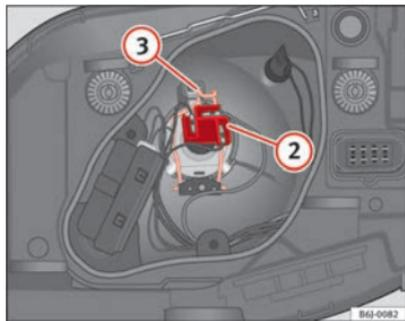

Fig. 148 Feu de croisement/de route projecteur simple
- Retirez le connecteur ⇒ fig. 148 ② de l'ampoule.
- Décrochez le ressort entrebâilleur ⇒ fig. 148 ③ en le pressant vers l'intérieur et vers la droite.